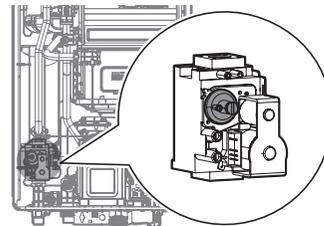

Figura 10
- c. Abra completamente un artefacto de agua caliente y ajuste el calentador de agua para operar en modo de 1a etapa mín. (consulte “Ajuste del modo de operación” en la página 105). Mida el valor de desviación a fuego bajo y compárelo con los valores de la Tabla 3. Si el valor está fuera de rango, deberá ajustarse el tornillo de fijación de la válvula de gas. Si se requiere ajuste, ubique el tornillo de fijación como se muestra en la Figura 10. Con una llave Allen de 5/32 pulg. o 4 mm, gire el tornillo de fijación no más de 1/4 de vuelta a la derecha para aumentar o a la izquierda para bajar el valor de desviación.